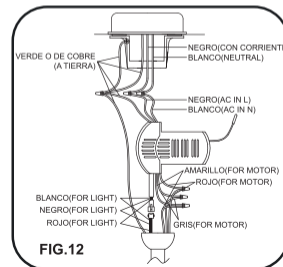

FIG.12
Paso 2. Conexiones eléctricas de los cables de suministro del receptor a la casa: conecte el cable BLANCO (neutro) de la caja de distribución al cable BLANCO marcado 'AC in N' del receptor. Conecte el cable NEGRO (corriente) de la caja de distribución al cable NEGRO marcado 'AC in L' del receptor. Fije todas las conexiones con las tuercas de plástico incluidas. (Fig.12)
Paso 3. Si su caja de distribución tiene un cable de TIERRA (verde o cobre desnudo), conecte este cable a los cables de tierra del Hanger Ball, Hanger Bracket y Receptor. Si su caja de distribución no tiene un cable de tierra, entonces conecte entre sí los cables de tierra del Hanger Ball, Hanger Bracket y Receptor. Asegure la conexión con el conector plástico para cables provisto. (Fig.12)